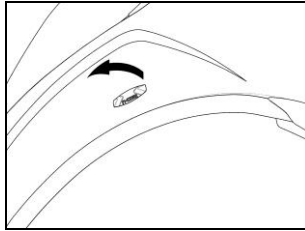

Fig. 2
- Quitar el tapón N-Com colocado en la parte izquierda del casco. Para facilitar la operación se recomienda empujar el tapón desde el interior del casco (Fig. 2).